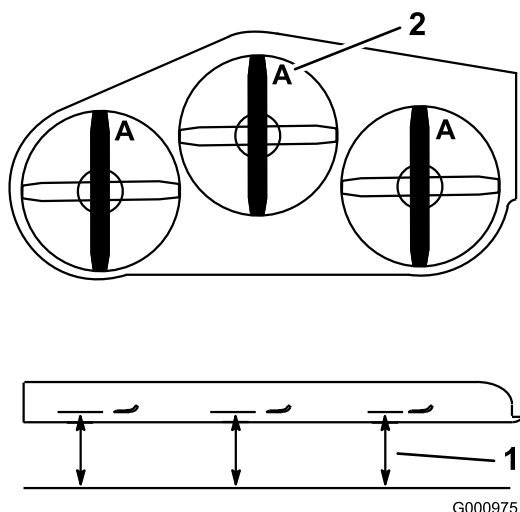

Figure 81
- Tournez les lames dans le sens longitudinal (Figure 81). Mesurez la distance entre la surface plane et le tranchant (position A) des lames (Figure 81). Notez cette valeur.